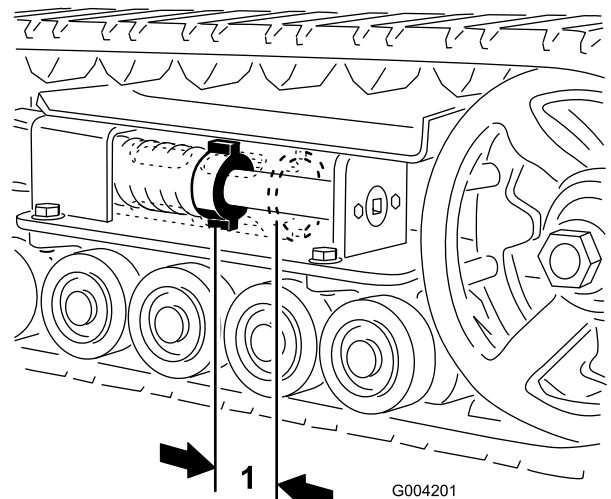
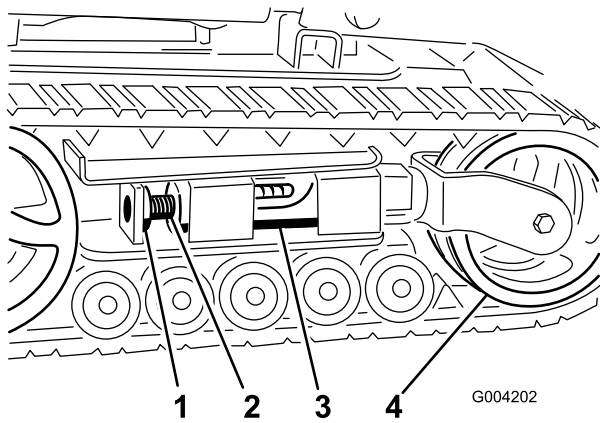
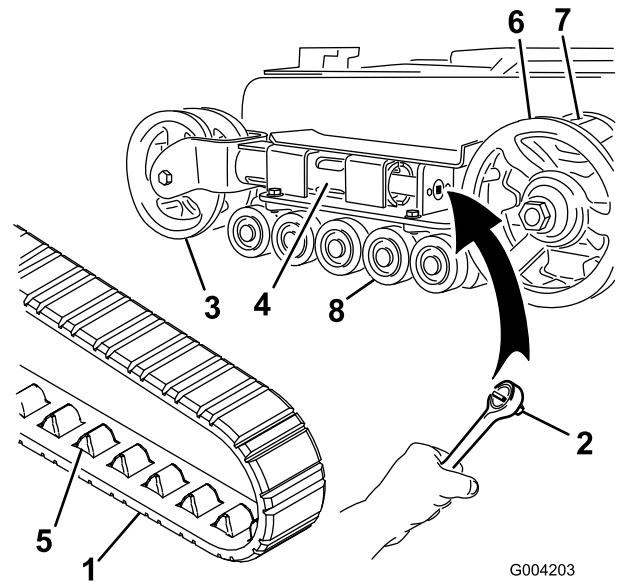
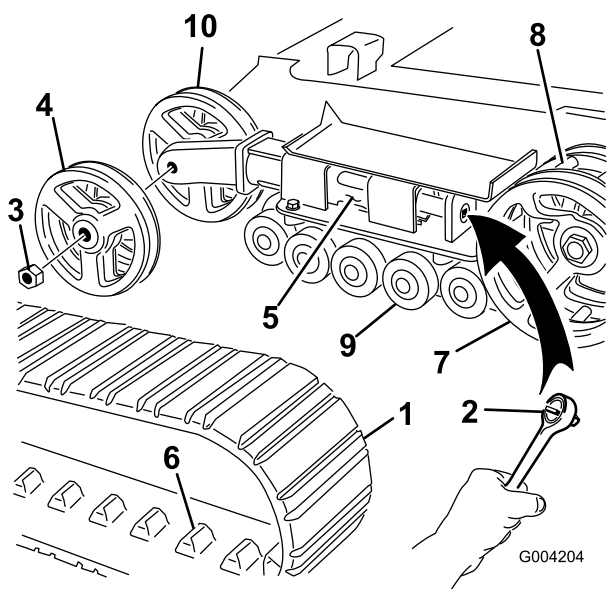

Bild 44
Bild 45
Bild 46
Bild 47
Zwischen der Spannungsmutter und der Rückseite des Spannungsrohrs sollte ein Abstand von 7 cm sein (Bild 44). Stellen Sie ansonsten die Kettenspannung wie folgt ein:
3. Entfernen Sie die Befestigungsschraube und Mutter (Bild 45).
4. Drehen Sie die Spannschraube mit einem Sechskantschlüssel (1/2 Zoll) (Bild 46) nach links, bis der Abstand zwischen der Spannmutter und der Rückseite des Spannungsrohrs 7 cm beträgt (Bild 44).
5. Richten Sie die am nächsten liegende Kerbe in der Spannschraube mit dem Loch der Befestigungsschraube aus und befestigen Sie die Schraube mit der Befestigungsschraube und Mutter (Bild 45).
5. Drücken Sie das Spannrade zur Rückseite der Maschine, um den Abzweigschlauch gegen den Rahmen zu bewegen (Bild 46). (Wenn es den Rahmen nicht berührt, drehen Sie die Spannschraube so lange, bis es funktioniert.)
7. Wenn Sie die Kette vom Spannrade entfernt haben, entfernen Sie sie auch vom Antriebsrad und den Straßenrädern (Bild 46).
8. Legen Sie die neue Kette, beginnend beim Antriebswirbel, um den Wirbel und stellen Sie sicher, dass die Stollen an der Kette zwischen die Distanzstücke auf dem Wirbel passen (Bild 46).
9. Drücken Sie die Kette unter und zwischen die Straßenräder (Bild 46).
11. Drehen Sie die Spannschraube nach links, bis der Abstand zwischen der Spannmutter und der Rückseite des Abzweigschlauchs 7 cm beträgt (Bild 44).
4. Lösen Sie die Antriebsspannung mit einem Sechskantschlüssel (1/2 Zoll), indem Sie die Spannschraube nach rechts drehen (Bild 45 und Bild 46).
- Entfernen Sie die Befestigungsschraube und Mutter (Bild 45).
- Lösen Sie die Antriebsspannung mit einem Sechskantschlüssel (1/2 Zoll), indem Sie die Spannschraube nach rechts drehen (Bild 45 und Bild 47).
- Drücken Sie das Spannrad zur Rückseite der Maschine, um den Druckschlauch gegen den Rahmen zu bewegen (Bild 47). (Wenn es den Rahmen nicht berührt, drehen Sie die Spannschraube so lange, bis es funktioniert.)
- Nehmen Sie die Mutter ab, mit der das äußere Spannrad befestigt ist. Nehmen Sie das Rad ab (Bild 47).
- Nehmen Sie die Kette ab (Bild 47).
- Nehmen Sie die Mutter ab, mit der das innere Spannrad befestigt ist. Nehmen Sie das Rad ab (Bild 47).
- Setzen Sie das innere Spannrad ein und befestigen Sie es mit der vorher abgenommenen Mutter (Bild 47).
- Montieren Sie die neue Kette. Achten Sie darauf, dass die Stollen in der Kette zwischen die Distanzstücke in der Mitte des Antriebsrads passen (Bild 47).
- Setzen Sie das äußere Spannrad ein und befestigen Sie es mit der vorher abgenommenen Mutter (Bild 47).
- Drehen Sie die Spannschraube nach rechts, bis der Abstand zwischen der Spannmutter und der Rückseite des Abzweigschlauchs 7 cm beträgt (Bild 44).